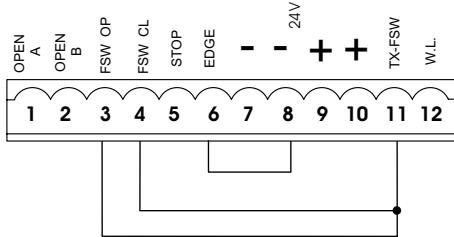

Fig. 33
N.B. Si on n'utilise aucun dispositif de sécurité, ponter les bornes d'après la fig. 33.
Nota bene: Si on ne connecte aucun dispositif de sécurité en ouverture, ponter les entrées OP et -TX FSW (fig. 33).
Nota bene: Si on ne connecte aucun dispositif de sécurité en fermeture, ponter les bornes CL et -TX FSW (fig. 33).
Notabene: Si les dispositifs de sécurité bord ne sont pas connectés, ponter les entrées EDGE et - (fig. 33).